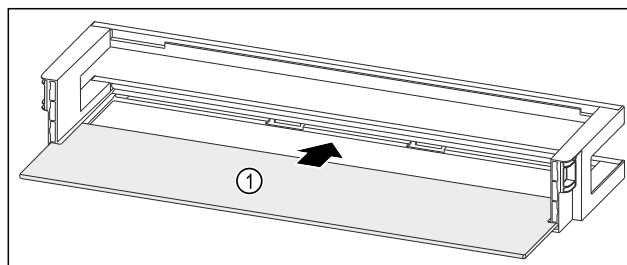

Fig. 117 Półka w drzwiach z półką
- Wsunąć półkę Fig. 117 (1) w boczne wycięcia.